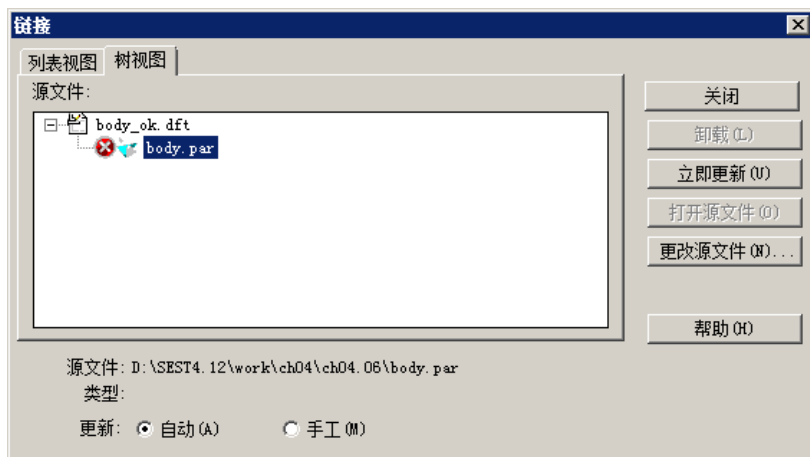
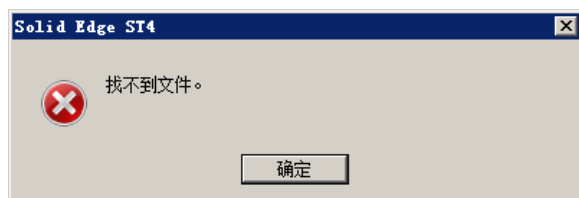
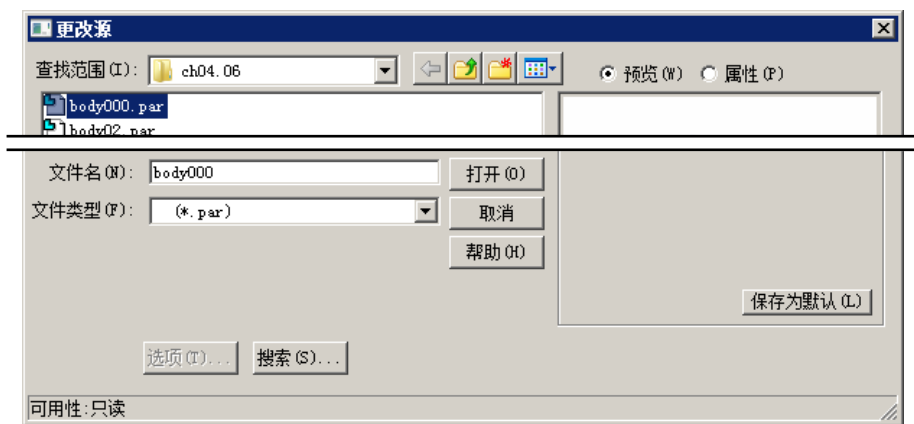

图 4.6.5 “链接”对话框（二）
图 4.6.6 “Solid Edge ST4”对话框
图 4.6.7 “更改源”对话框
(2) 在“链接”对话框中选择 **树视图** 选项卡，选中图 4.6.5 所示的节点 **body.par**，然后单击 **立即更新(U)** 按钮，此时系统弹出图 4.6.6 所示的对话框，单击 **确定** 按钮。
(3) 再次选择下拉菜单  →  管理 →  编辑链接 更改或更新链接。命令，系统弹出图“链接”对话框。在“链接”对话框中选择 **树视图** 选项卡，选中图 4.6.5 所示的节点 **body.par**，然后单击 **更改源文件(N)...** 按钮，系统弹出图 4.6.7 所示的“更改源”对话框。